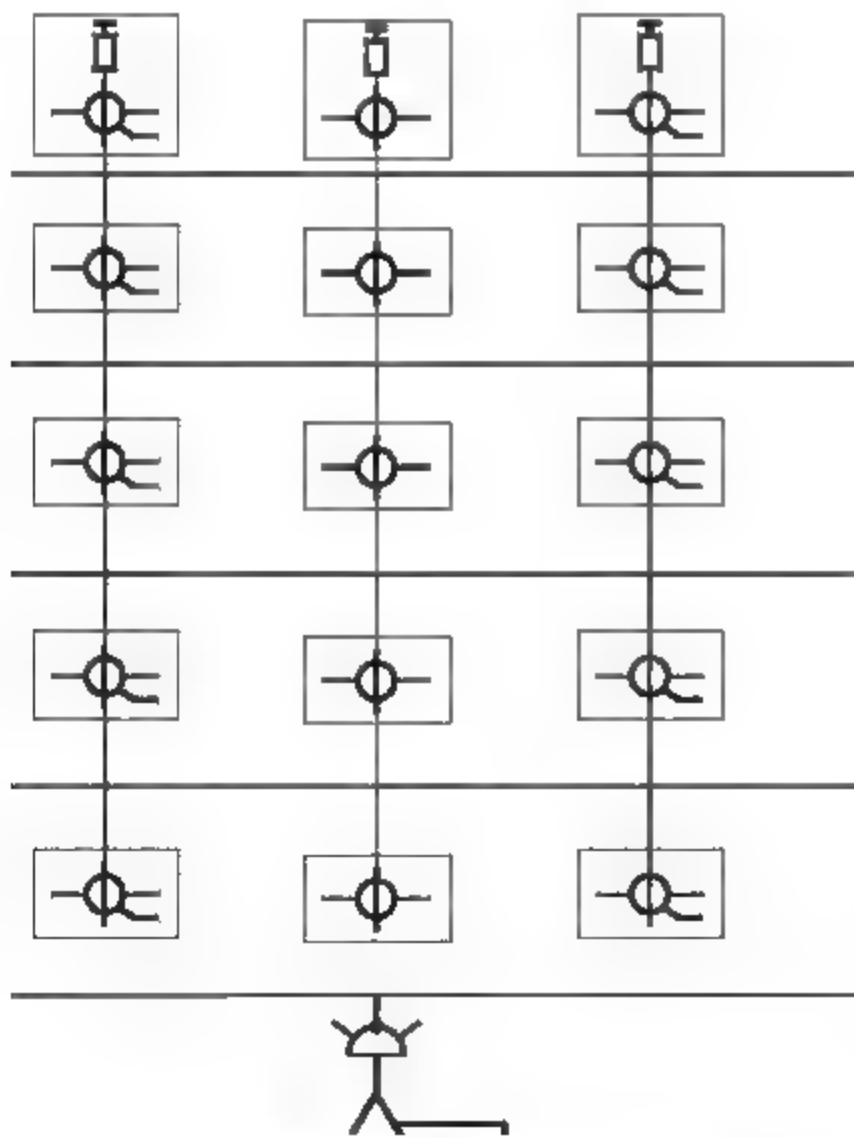

图13-36 布置分配器
**07** 在本书配备资源中的“素材\第13章\电气图例.dwg”文件中选择分配器图块，将其复制至系统图中，如图13-36所示。